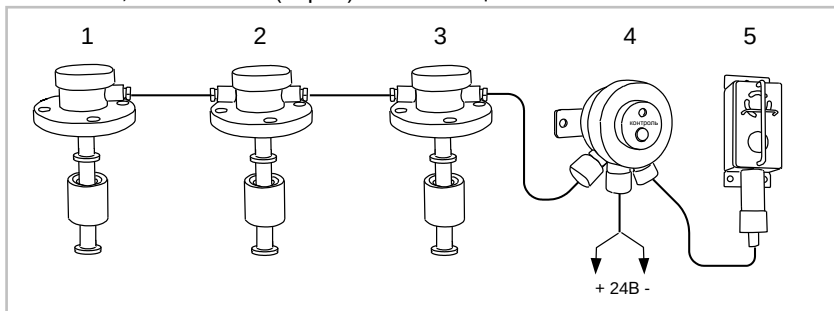

Рис.5
Система предотвращения переполнения автоцистерны для транспортировки светлых нефтепродуктов (рис. 5). Цистерна разделена на три камеры. В каждой камере установлен датчик ПМП-185-2КВ (1,2,3). В технологическом отсеке размещены: устройство БП-9В-0,3А-КН-ДС24-ВЗ (4) и светозвуковой сигнализатор ВС-5-Г-К (5). Система обеспечивает: